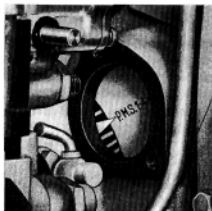

Fig. 25. - Segno di riferimento sul volano indicante il P.M.S. degli stantuffi N. 1 e 4.
- Far ruotare l'albero motore, mediante la manovella di dotazione, fino a portare la tacca di riferimento sul volano con l'indicazione P.M.S. 1-4, in corrispondenza dell'indice fissato alla scatola (fig. 25); in questa posizione gli stantuffi dei cilindri n. 1 e n. 4 si trovano al punto morto superiore, uno in fase di compressione e l'altro a fine scarico ed inizio aspirazione.